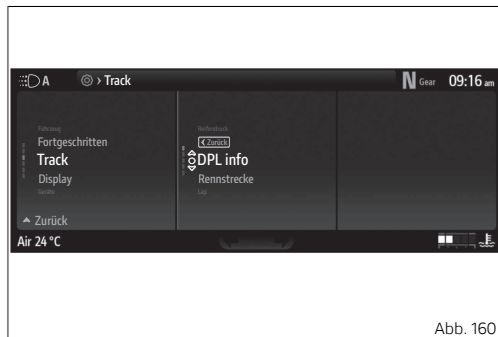

Abb. 160
- Die Angabe „DPL Info“ (Abb. 160 S.216) markieren, dann die Taste ○ drücken.